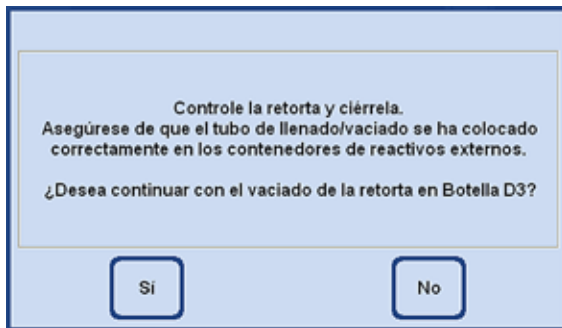

Fig. 165
- Aparece la solicitud de efectuar los preparativos necesarios (fig. 165). Esto se debe confirmar con **SÍ**.